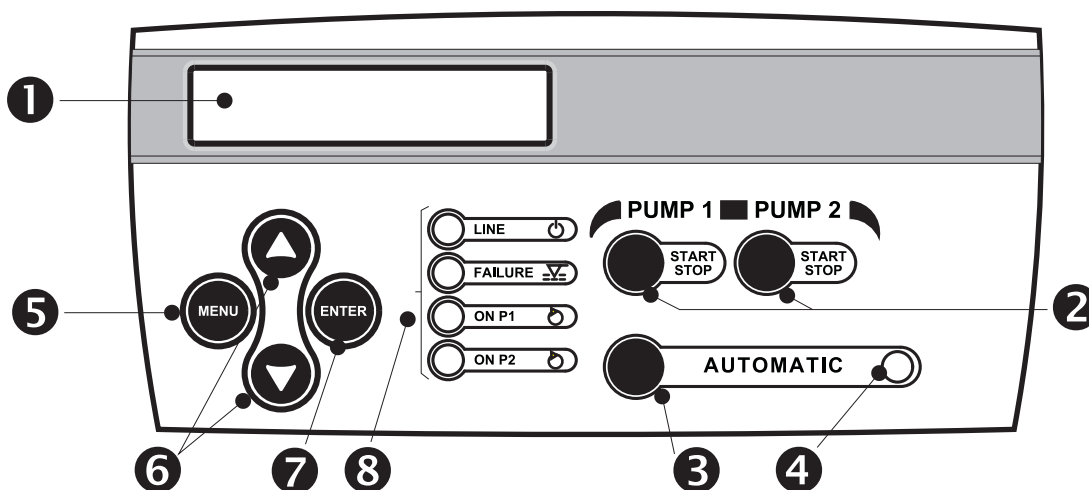

Fig. 9
- Panel de mandos (Fig.9):
PANEL FRONTAL (Fig. 9)